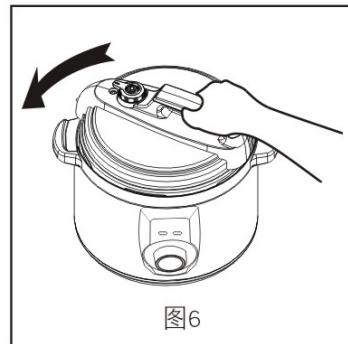

图6
3. 手握锅盖手柄，放平至限位边，然后顺时针旋转锅盖至扣合位置，并听到“咔嚓”扣合声（如图6、7所示）。